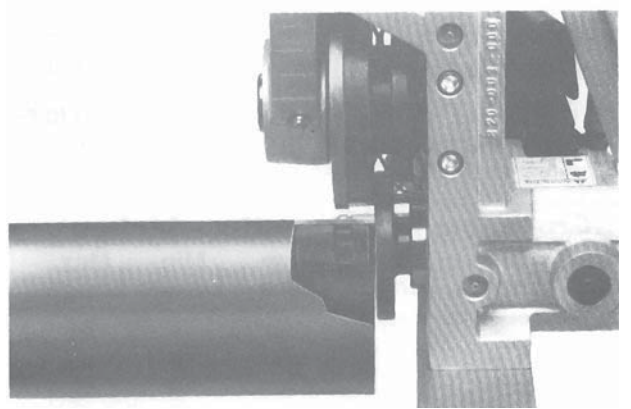

Рисунок 9 – Крупный план трубы напротив фланца ведущего ролика
3. Подведите трубу и опору к желобонакатчику, убедившись, что труба находится вровень с фланцем ведущего ролика. (Рисунок 9)